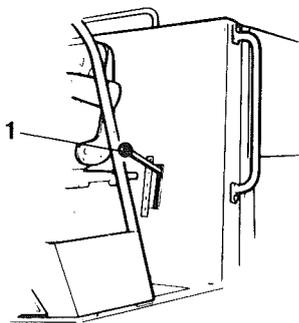

Abb. 10 Fahrerkabine
- 3 Den Schalthebel (1, Abb. 10) in die gewünschte Stellung bringen; siehe Aufkleber.